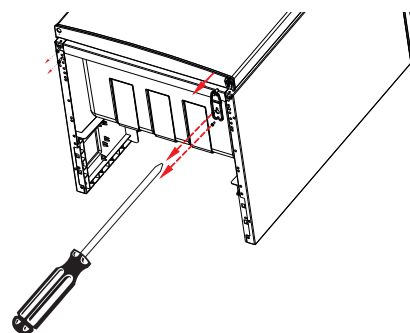

Fig. 2
- ▶ Dévissez les deux vis de fixation de la charnière inférieure à l'aide d'un tournevis cruciforme et retirez la charnière du caisson du réfrigérateur (fig. 2).